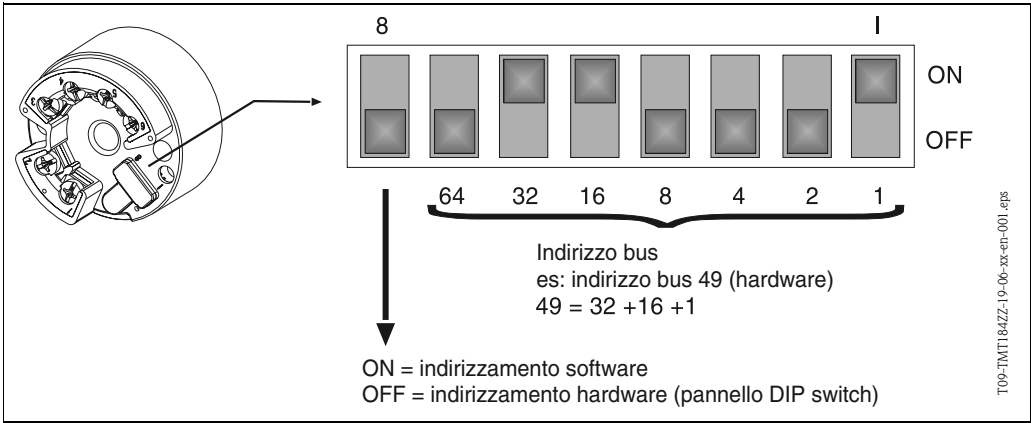

Fig. 6.1: Indirizzamento per mezzo di DIP switch
**Indirizzamento PROFIBUS-PA® con il DIP switch (opzionale, s. fig. 6.1)**